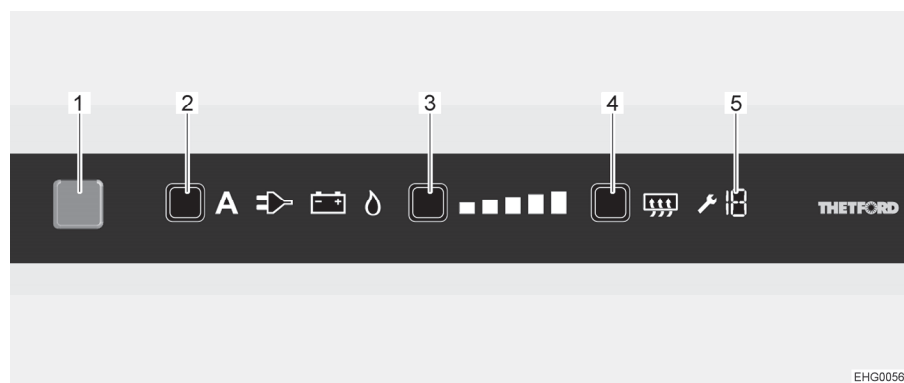

Bild 136 LCD-Touchscreen
- Taste Ein/Aus (Bild 136,1) 1 Sekunde lang drücken. Taste leuchtet blau auf. Zuletzt gewählte Einstellung wird angezeigt.
- Energiewahltaste (Bild 136,2) mehrmals drücken, bis die gewünschte Energiequelle angewählt ist.
- Kühlstufentaste (Bild 136,3) mehrmals drücken, bis die gewünschte Kühlstufe angewählt ist. Die aktuelle Kühlstufe wird durch Leuchtbalken angezeigt.
- Taste Ein/Aus (Bild 136,1) ca. 2 Sekunden lang drücken. Alle Lampen erlöschen. Der Kühlschrank ist abgeschaltet.